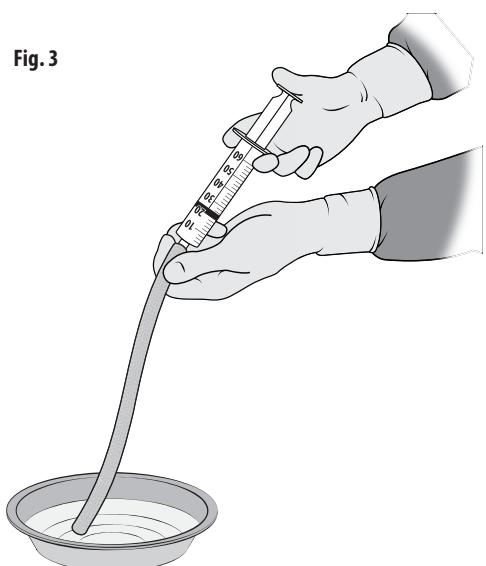

Fig. 3
1. Utilizzare una siringa sterile per irrigare il lume della protesi con 20 ml di soluzione fisiologica sterile. Fig. 3. Ripetere l'operazione almeno due volte.